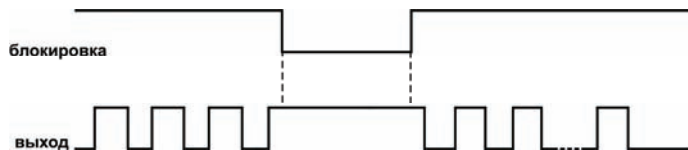

Рисунок 8
3.1.2.4 Низкий уровень сигнала **«Блокировка»** останавливает выполнение программы (рисунок 8). При этом выходное устройство остается в том состоянии, в котором оно было в момент прихода сигнала. Задержка реакции прибора на изменение сигнала блокировки составляет не более 0,1 мс. После снятия сигнала выполнение программы продолжится с момента остановки.